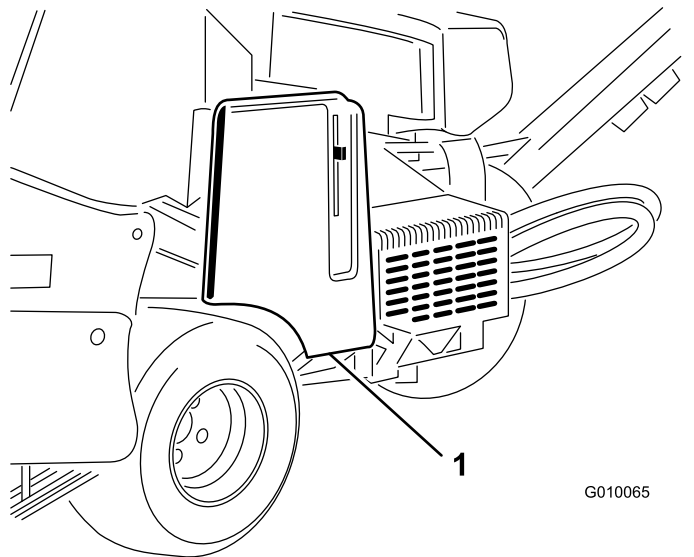

Figure 56
2. Déverrouillez et déposez le couvercle de courroie (Figure 56).